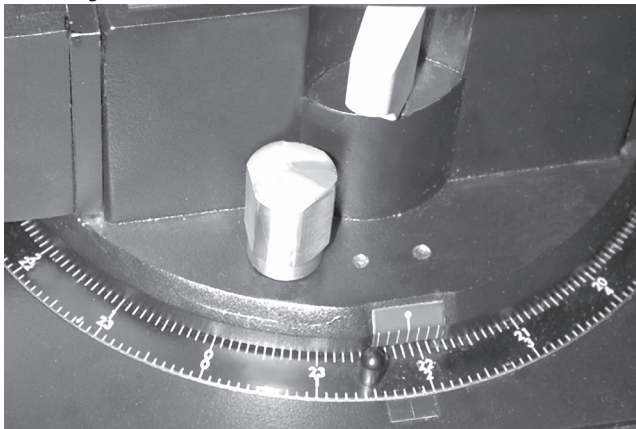
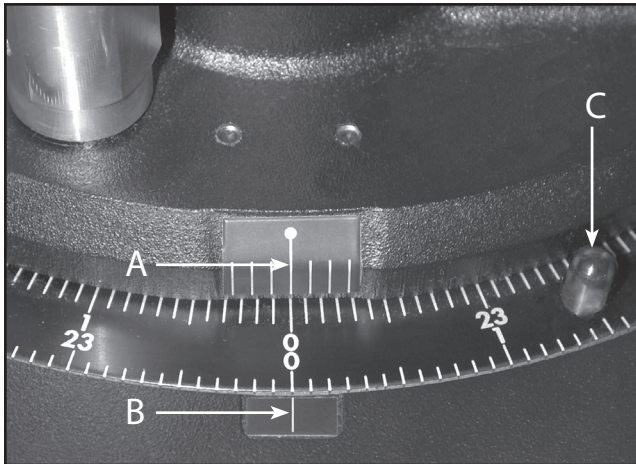

Abb. 20. Ausschnitt aus dem RA-Einstellkreis.
Abb. 24. Richten Sie die Markierungen aus, um die Gabelarme auf die Position 00 H.A. einzustellen.
Die bei den LX600 ACF-Modellen mitgelieferten Einstellkreise ermöglichen die Lokalisierung von schwachen Himmelsobjekten, die durch direkte visuelle Beobachtung nicht leicht zu finden sind. Der RA-Kreis (S. 10, Fig. 1, 11 und Fig. 20) befindet sich auf der Oberseite der Antriebsbasis des Teleskops. Der Deklinationskreis (Abb. 21) befindet sich oben auf dem Gabelzinken. Wenn das Teleskop auf den Nordhimmelspol gerichtet ist, sollte der DEC-Kreis  $90^\circ$  anzeigen (erfasst als  $+90^\circ$ ). Objekte, die sich unterhalb der 0-0 Linie des DEC-Kreises befinden, tragen minus Deklinationskoordinaten. Jede Teilung des DEC-Kreises entspricht einer Schrittweite von  $1^\circ$ . Der RA-Kreis läuft von 0hr bis (aber nicht einschließlich) 24hr und wird in Schritten von 5 Minuten gelesen.
d. Lösen Sie die RA-Klemme und drehen Sie die Gabelarme in die Position 00 H. A. : Bewegen Sie die Gabelarme so, dass die mittlere Markierung auf dem Gabelarmsockel (Abb. 24, A) mit der Markierung auf dem Boden übereinstimmt (Abb. 24, B). Sperren Sie RA.
Wenn Sie die manuellen Einstellkreise verwenden möchten, muss der RA-Einstellkreis (S. 58, Abb. 20) bei jedem Aufbau des Teleskops manuell auf den Rektaszensionsgrad eines Sterns kalibriert werden. (Der RA-Einstellkreis hat zwei Ziffernsätze, der innere Satz ist für die südliche Hemisphäre, während der andere für die nördliche Hemisphäre bestimmt ist.) Suchen Sie einen Stern, den Sie kennen. Suchen Sie die RA nach dem Stern in einer Sternkarte oder einem anderen Hilfsmittel. Wenn der Stern im Okular des Teleskops zentriert ist, bewegen Sie den RA-Einstellkreis mit einem der Knöpfe (Abb. 24, C) so, dass der RA des Sterns mit der Markierung auf dem Sockel des Teleskops übereinstimmt (Abb. 24, B).